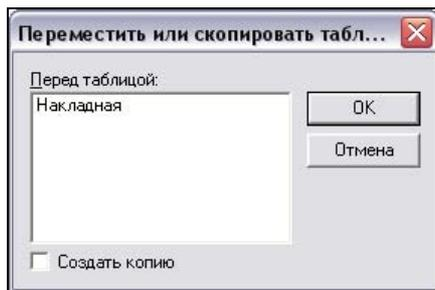

Рис. 5.88. Настройки копирования
6. Появится окно настроек копирования (рис. 5.88).